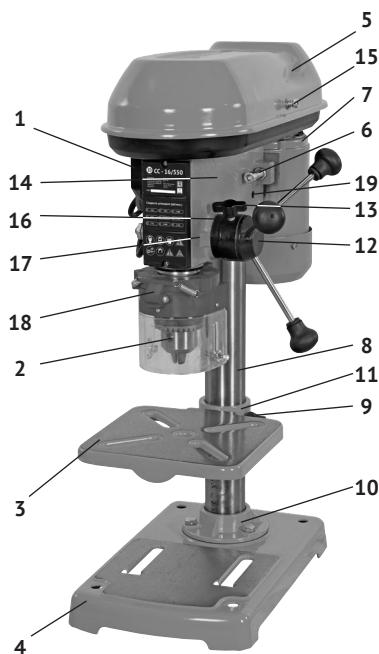

рис. 1
1.6 Общий вид и устройство станка схематично представлены на рис.1
1.7 На массивное стальное основание станка (рис.1 поз.4) крепится металлическая колонна (рис.1 поз.8) с фланцем (рис.1 поз.10). На колонне хомутом (рис.1 поз.11) крепится рабочий стол (рис.1 поз.3). Стол, при помощи хомута, имеет возможность перемещаться вдоль колонны по вертикали и крепиться под углом (до 45° вправо или влево) к горизонтальной плоскости.
К верхней части колонны фиксируется 2-я винтами (рис.1 поз.19) суппорт станка (рис.1 поз.14), на котором расположены органы управления (выключатель и ворот зубчатый вертикального перемещения шпинделя) и регулировки (платформа двигателя с механизмом натяжения ремня и ворот зубчатый с кольцом установки глубины сверления).
Подача патрона со сверлом к заготовке осуществляется поворотом ворота зубчатого (рис.1 поз.12) рукоятками с набалдашниками. В исходное положение шпиндель с патроном перемещаются за счёт возвратной пружины.
1.8 Выключатель – магнитный пускател (рис.1 поз.1) расположен на левой плоскости суппорта. Он имеет две кнопки: зелёная с символом «I» - включение двигателя и красная с символом «O» - выключение двигателя.
На верхнюю часть колонны установить суппорт (рис.1 поз.14) и зафиксировать двумя винтами (рис.1 поз.19). В головку ворота зубчатого (рис.1 поз.12) ввернуть три рукоятки с набалдашниками (рис.3 поз.2).